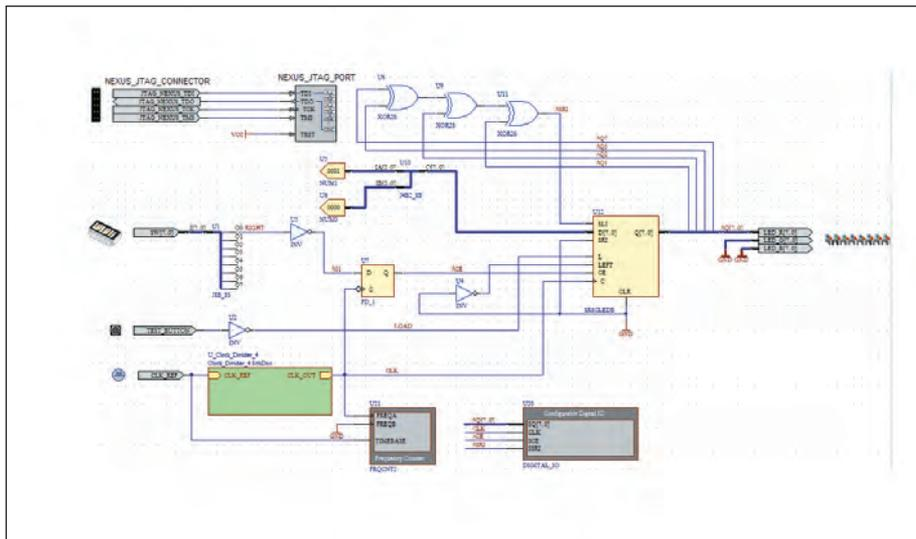

Рис. 4. Функциональная схема генератора ПСП с порт-компонентами и виртуальными инструментами отладки
Рассмотрим стадии программирования ПЛИС на примере проекта генератора двоичной псевдослучайной последовательности (ПСП) длиной 8 бит (рис. 4).
- Вводим в логическую схему FPGA-проекта (рис. 4) виртуальные инструменты отладки – счетчик-частотомер FRQCNT2 и модуль ввода/вывода цифровых сигналов DIGITAL\_IO.
- Выполним электрические связи входа и выхода виртуального частотомера и портов JTAG-канала, как показано на схеме (рис. 4).